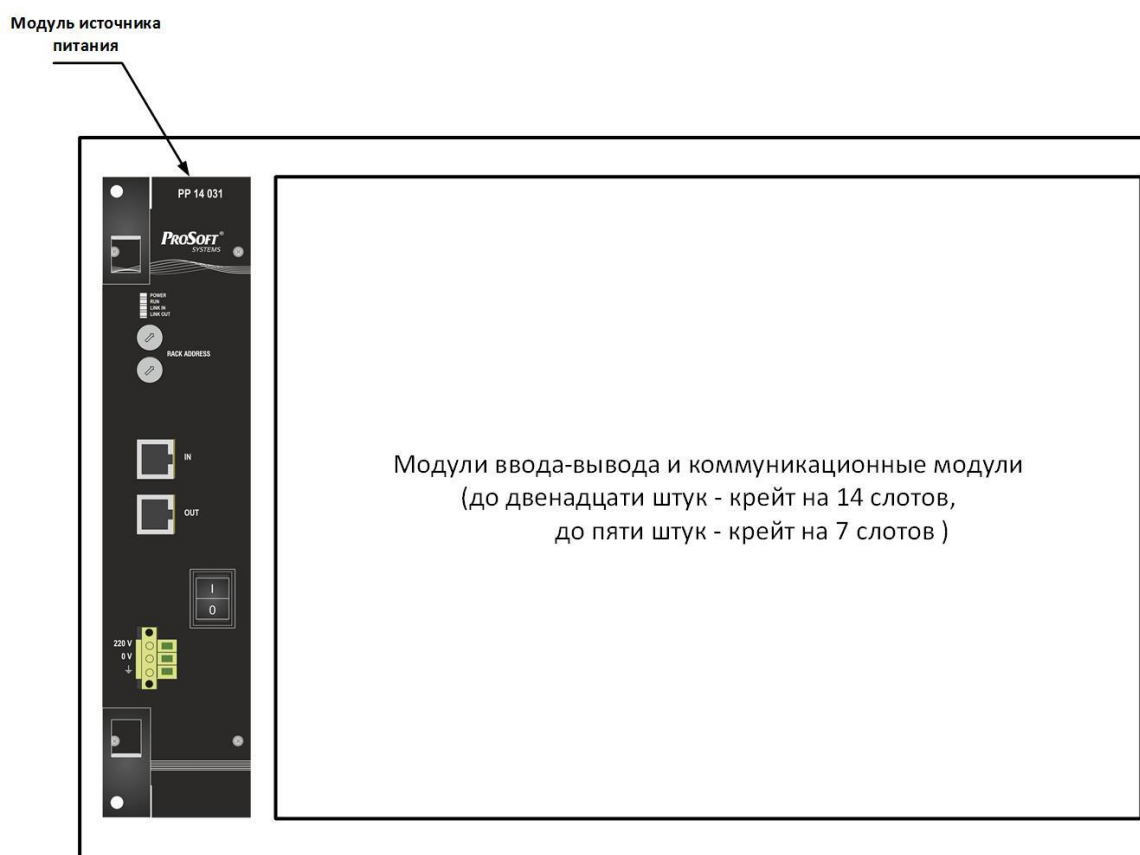

Рисунок 6 - Крейт расширения
- рейт расширения (Рисунок 6).